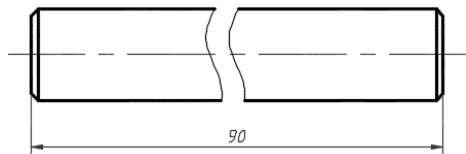

图 6-59 创建一个水平线性尺寸
2) 使用“草图与注释”工作空间，当前图层为“注释”层，单击“线性”按钮，创建一个水平线性尺寸，如图 6-59 所示。